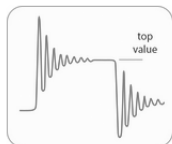

图 9-39 信号高电平约束规则
- “Signal Top Value”（信号高电平约束规则）：用于设置高电平最小值。如图 9-39 所示为该项设置示意图。